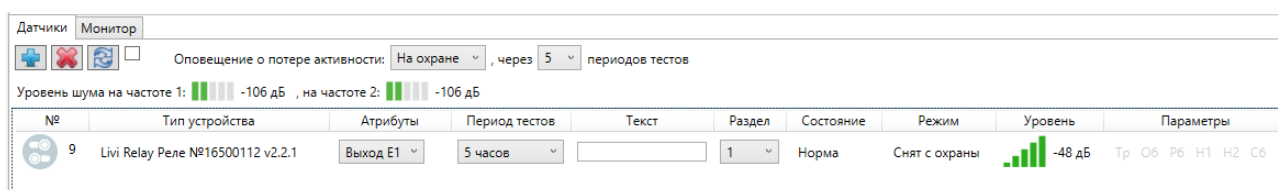
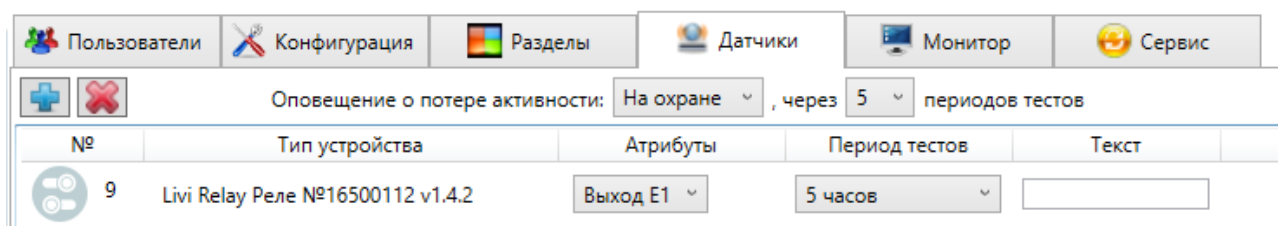
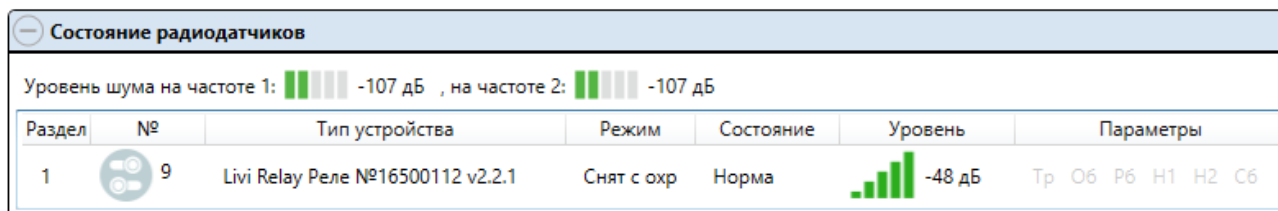

Рисунок 12.1 — Радиоустройство на вкладке *Датчики* в конфигурации ППК STEMAX RX410 (*STEMAX Конфигуратор*)
Рисунок 12.2 — Радиоустройство на вкладке *Датчики* в конфигурации контроллера Мираж-GSM-A8-05 (*STEMAX Приват*)
Рисунок 12.4 — Блок *Состояние радиоустройств* на вкладке *Монитор*
После связывания индикатор радиоустройства мигнет пять раз зеленым цветом. Сведения о радиоустройстве отобразятся на вкладке *Датчики* (см. рисунок 12.1, рисунок 12.2).
1. В программе *STEMAX Конфигуратор* или *STEMAX Приват* на вкладке *Монитор* (см. рисунок 12.4).
На вкладке *Датчики* в обеих программах можно посмотреть и, если применимо, изменить следующие параметры зарегистрированных радиоустройств (см. рисунок 12.1, рисунок 12.2):
В верхней части вкладки *Датчики* (см. рисунок 12.1), в верхней части таблицы *Состояние радиодатчиков* на вкладке *Монитор* (см. рисунок 12.4) программы *STEMAX Конфигуратор* и в верхней части вкладки *Монитор* программы *STEMAX Приват* отображаются индикаторы *Уровень шума* на